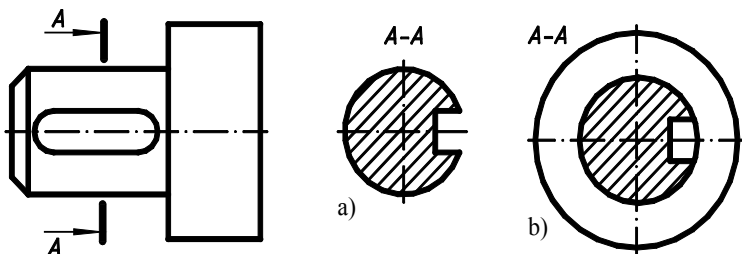
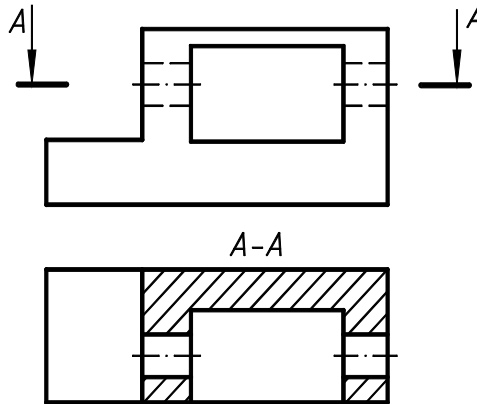

Fig. 5.1
Fig. 5.2
- **secțiune propriu-zisă**, dacă se reprezintă numai figura obținută prin intersecția obiectului cu suprafața de secționare (fig. 5.1, a);
- **secțiune cu vedere**, dacă se reprezintă atât secțiunea propriu-zisă, cât și partea obiectului aflată după suprafața de secționare (fig. 5.1, b).
- **secțiune orizontală**, dacă planul de secționare este paralel cu planul orizontal de proiecție (fig. 5.2);
- **secțiune de profil**, dacă planul de secționare este paralel cu planul de profil de proiecție (vezi fig. 5.1, a, b);
- **secțiune plană**, dacă suprafața de secționare este un plan (vezi fig. 5.1, 5.2, 5.3);
- **secțiune simplă**, dacă este generată de un singur plan de secționare (vezi fig. 5.1, 5.2, 5.3);
- **secțiune transversală**, când planul de secționare este perpendicular pe axa obiectului (vezi fig. 5.1).
- **secțiune completă**, când în proiecția respectivă obiectul este reprezentat secționat integral (vezi fig. 5.2, 5.3);
Pentru piesele metalice hașura prezintă linii continue subțiri, paralele, echidistante, înclinate sub 45° în dreapta sau stânga față de o linie de contur (vezi fig. 5.2, 5.4, 5.5), de o axă a reprezentării (vezi fig. 5.1, 5.7, 5.8) sau față de chenarul desenului.